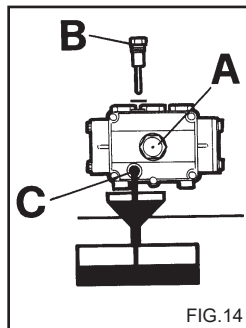

FIG.14
- Периодически проверяйте масло в насосе высокого давления с помощью смотрового окошка (рис. 14А) или щупа (рис. 14В).
- 1) Откройте пробку отверстия для слива масла, расположенную внизу насоса (рис. 14С)
- 2) Откройте пробку с щупом (Рис. 14).